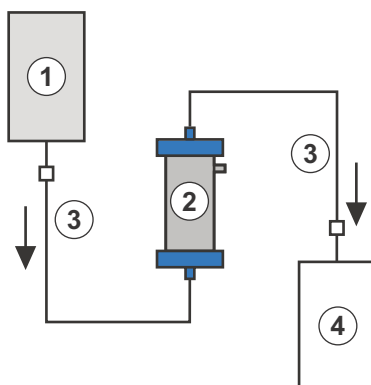

Abb. 9-10 Aufbau zum Spülen des Heparinadsorbers
Materialien: siehe Legende zu Abb. 9-10
2. Die zweite Verbindungsleitung und den Leerbeutel, wie in Abb. 9-10 dargestellt, mit der Ausgangsseite des Heparinadsorbers verbinden.